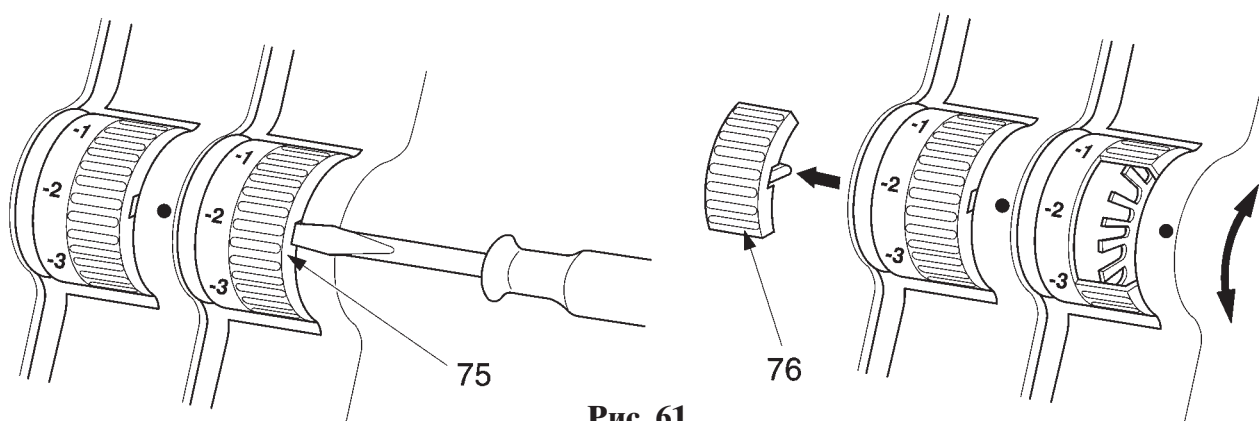

Рис. 61
- Натяжение ниток в машине устанавливается индивидуально с помощью ручек регуляторов (рис. 61).